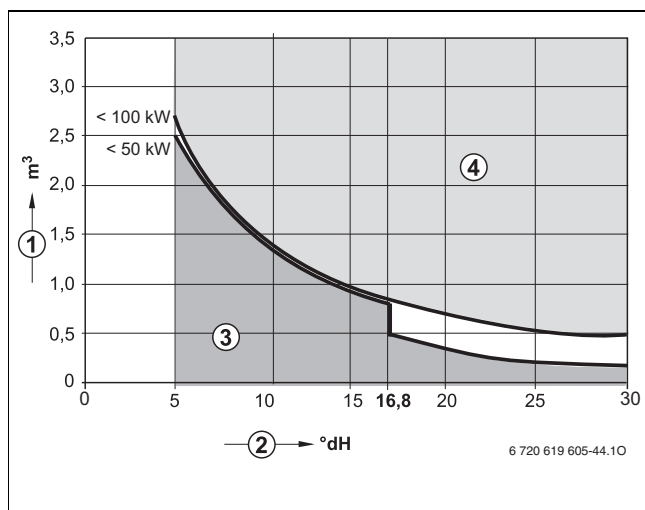

Fig. 7 Cerințe privind apa de umplere pentru echipamente individuale până la 100 kW
- Utilizați exclusiv apă de la robinet netratată (Respectați în acest sens diagrama din Fig. 7).
Pentru verificarea cantităților de apă admise în funcție de calitatea apei de umplere vă stă la dispoziție diagrama din fig. 7.
- În cazul în care cantitatea necesară de apă de umplere este mai mare decât volumul de apă pe parcursul duratei de viață (→ fig. 7), este necesară